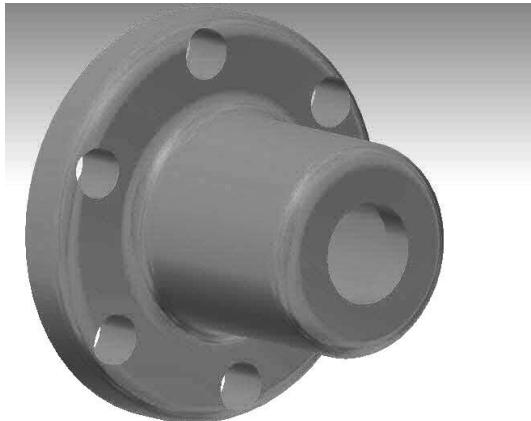

Abb. 1.1: Ein Bauteil (*.ipt-Datei)
1. Die *Volumenkörper* werden in ***.ipt**-Dateien gespeichert. Hinter der Abkürzung steht der Begriff »*Inventor-Part*«, kurz IPT oder deutsch *Bauteil* (Abbildung 1.1).